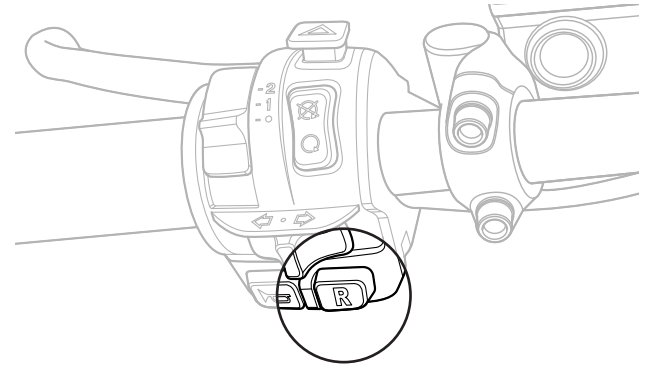

Abbildung 30: Drücken und halten Sie zum Rückwärtsfahren den Rückwärtsschalter
2. Drücken und halten Sie den Rückwärtsschalter (**R**) am linken Griff mit Ihrem linken Daumen (**Abbildung 30**).